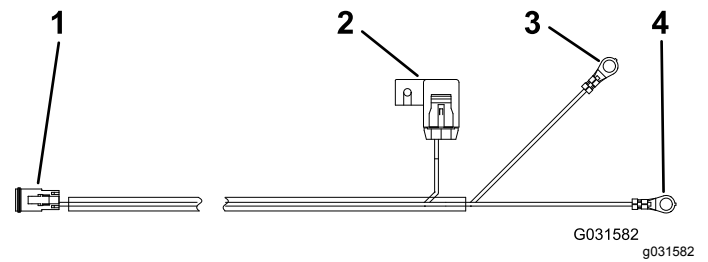

图5
**注意** 作为一个选择可以将套件直接连接到电池而不是工作车的保险丝盒使用随套件附带的电池线束图5。如果使用的是可选电池线束请将正极端子连接到正极电池端子。